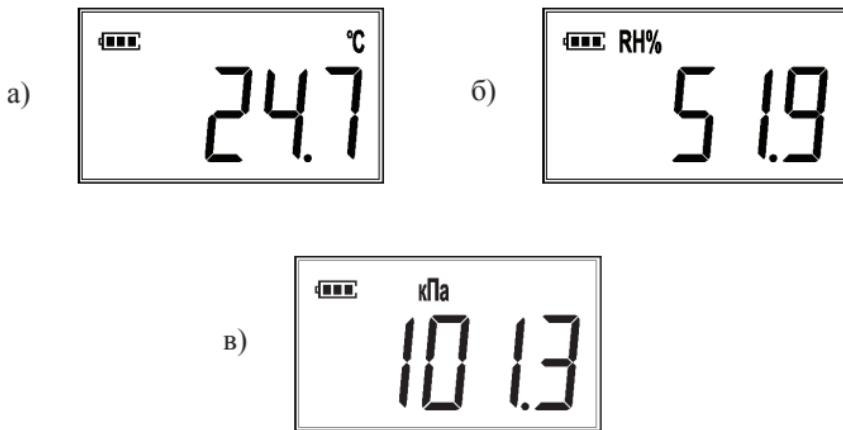

Рис.3 – Индикация на ЖК-дисплее режимов:
5.5 Для определения желаемого параметра достаточно поместить прибор в зону измерений и после установления тепло-влажного равновесия с окружающей средой считать с жидкокристаллического дисплея измеренное значение (Рис.3).
7.2 Включите прибор однократным нажатием на кнопку включения прибора (3, Рис.2). После включения прибор перейдет в режим измерения температуры (Рис.3, а).
7.3 Для перехода в режимы измерения влажности (Рис.3, б) или атмосферного давления (Рис.3, в) нужно нажать на кнопку переключения между параметрами микроклимата (1, Рис.2).